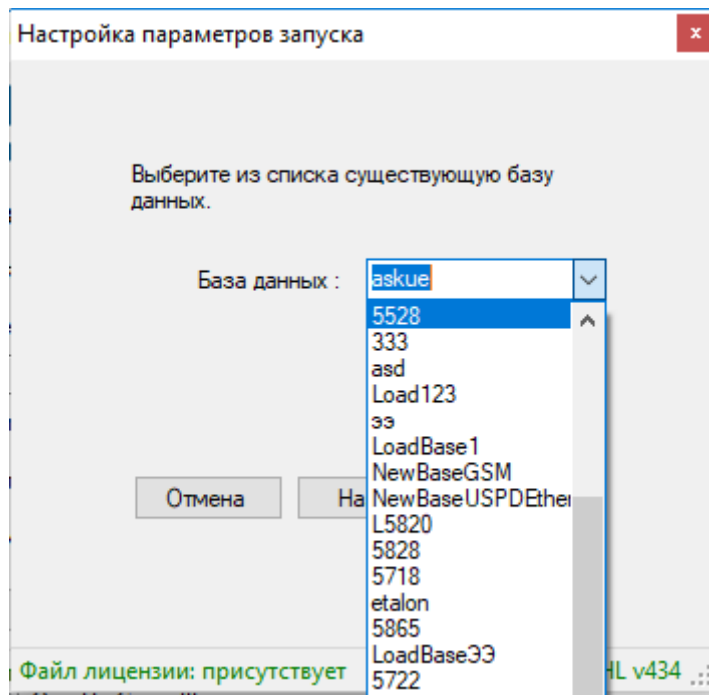

Рисунок 170. Шаг 4. Выбор БД
4. На следующем этапе необходимо выбрать БД из выпадающего списка (рисунок 170).